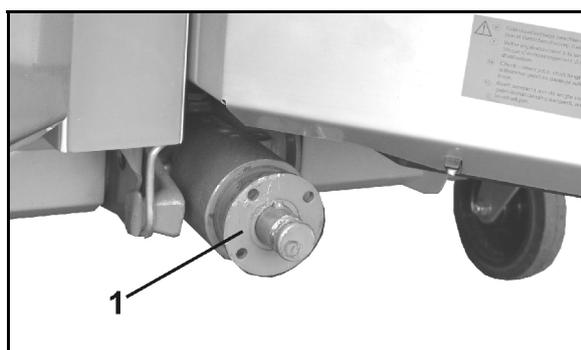

Fig. 26
1. Démontez le flasque de l'arbre d'entrée (Fig. 26/1) à l'aide d'un extracteur approprié.